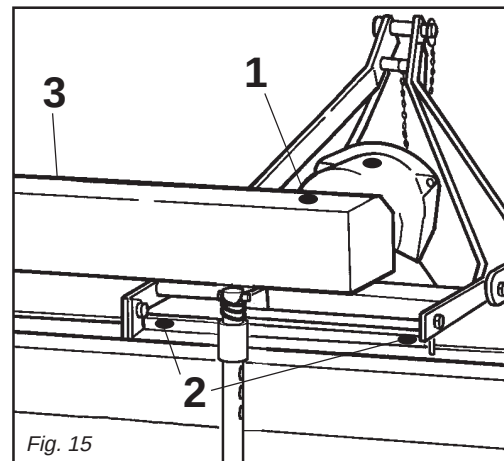

Fig. 15
- 2- Allentare la vite (1 Fig. 15) che fissa la protezione (3 Fig. 15) dell'albero esagonale al corpo riduttore.
- 3- Svitare le due viti anteriori e posteriori (2 Fig. 15 - 16) che fissano il carrello al corpo del telaio.
Fissare anche la vite (1 Fig. 15) di bloccaggio della protezione (3 Fig. 15).
- 2- *Loosen the screw (1 Fig. 15) that fasten the hexagon shaft's protection (3 Fig. 15) to the body of the reduction unit.*
Also tighten the protection's (1 Fig. 15) fixing screw (3 Fig. 15).
- 2- Die Schraube (1 Abb. 15) lockern, die Schutz (3 Abb. 15) der Sechskantwelle am Körper des Untersetzungsgetriebes befestigen.
- 4- Den Wagen bis zur gewünschten Stellung gleiten lassen, dann die Schrauben in die Löcher der nun erreichten Stellung einsetzen. Auch die Sperrschraube (1 Abb. 15) der Schutzvorrichtung (3 Abb. 15) anziehen.
- 2- Desserrer la vis (1 Fig. 15) qui fixe la protection (3 Fig. 15) de l'arbre hexagonal au corps réducteur.
- 4- Faire glisser le chariot jusqu'à la position voulue et remonter ensuite les vis dans les trous correspondants à la nouvelle position obtenue. Fixer également la vis (1 Fig. 15) de blocage de la protection (3 Fig. 15).
- 2- Afloje el tornillo (1 Fig. 15) que fija la protección (3 Fig. 15) del árbol hexagonal con el cuerpo del reductor.
También fije el tornillo (1 Fig. 15) de bloqueo de la protección (3 Fig. 15).